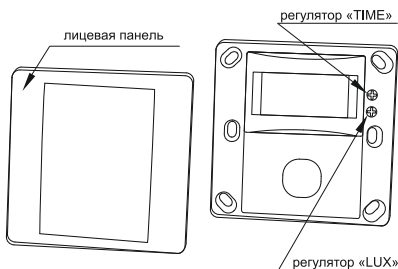

Рисунок 13 – Конструкция датчика движения ДД 029
- снимите лицевую панель с основания датчика, поддев её отвёрткой с прямым шлицем (рисунок 13, рисунок 15, рисунок 16 для датчиков ДД 029, ДД 031 и ДД 035 соответственно);
Регуляторы порога срабатывания в зависимости от уровня освещённости LUX и выдержки времени включения датчика TIME находятся под лицевой панелью датчика (рисунок 13). Регулировка осуществляется с помощью отвёртки с прямым шлицем.